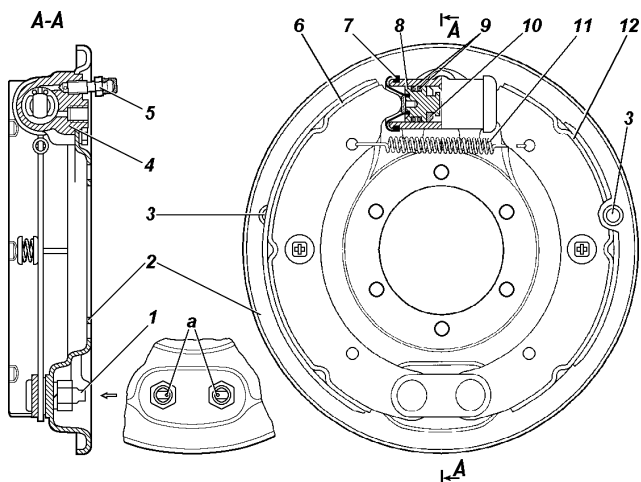

Рис. 9.36. Тормоз заднего колеса:
**Барабанные тормозные механизмы задних колес** (рис. 9.36). Периодически снимайте тормозные барабаны и очищайте детали тормозов от пыли и грязи. Периодичность этой операции зависит от условий эксплуатации автомобиля. В летнее время и при езде по грязным дорогам чистка должна проводиться чаще, зимой - реже.